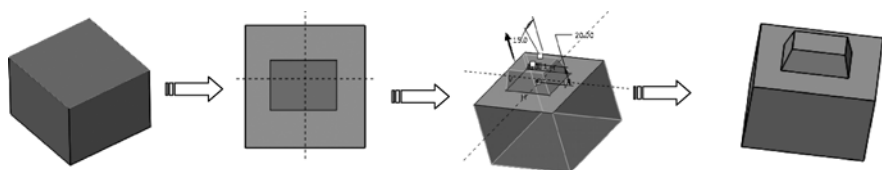

图 4-132 拔模偏移
- 拔模偏移：偏移包括在草绘内部的面组或曲面区域，并拔模侧曲面，拔模角度范围为 $0^{\circ} \sim 60^{\circ}$ ，还可使用此选项来创建直的或相切侧曲面轮廓。拔模偏移效果如图 4-132 所示。